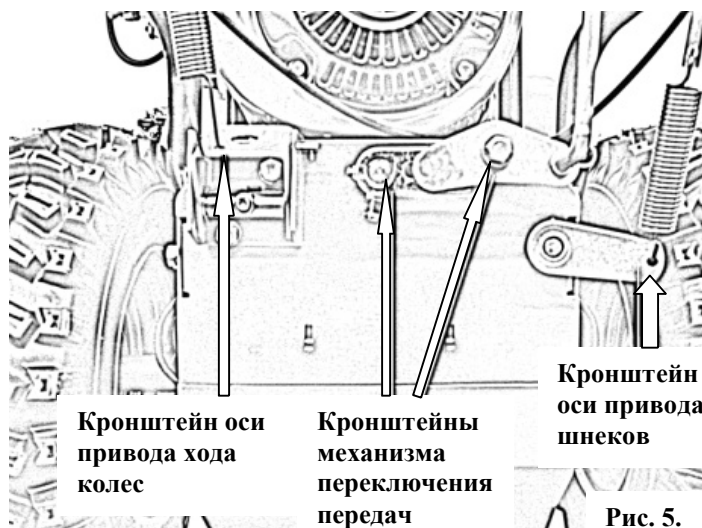

Рис. 5.
3. Установить кронштейны механизма переключения передач в положение, указанное на **Рис. 5**.
2. Вставить конец пружины тяги в отверстие кронштейна оси привода шнеков (**см. Рис. 5**).
2. Вставить конец пружины тяги в отверстие кронштейна оси привода колес (см. Рис. 5).